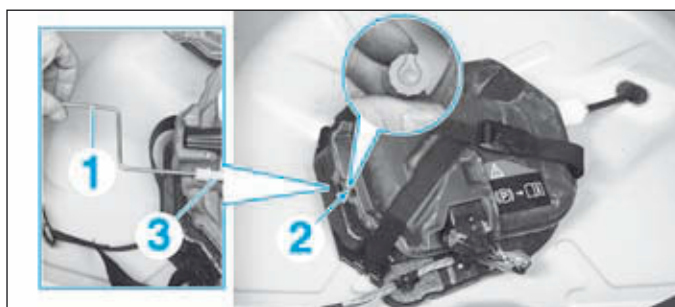

FIG.47
- Introduire la manivelle (1), à travers le bouchon (2) jusqu'en butée dans le tube (3) (Fig.47).